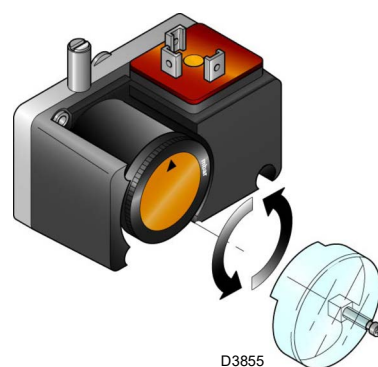

Fig. 29
- Regolare il pressostato gas di minima (Fig. 29 a pag. 31) ad inizio scala.
Eeguire la regolazione del pressostato gas di minima (Fig. 29) dopo aver regolato il bruciatore, le valvole del gas e lo stabilizzatore della rampa.